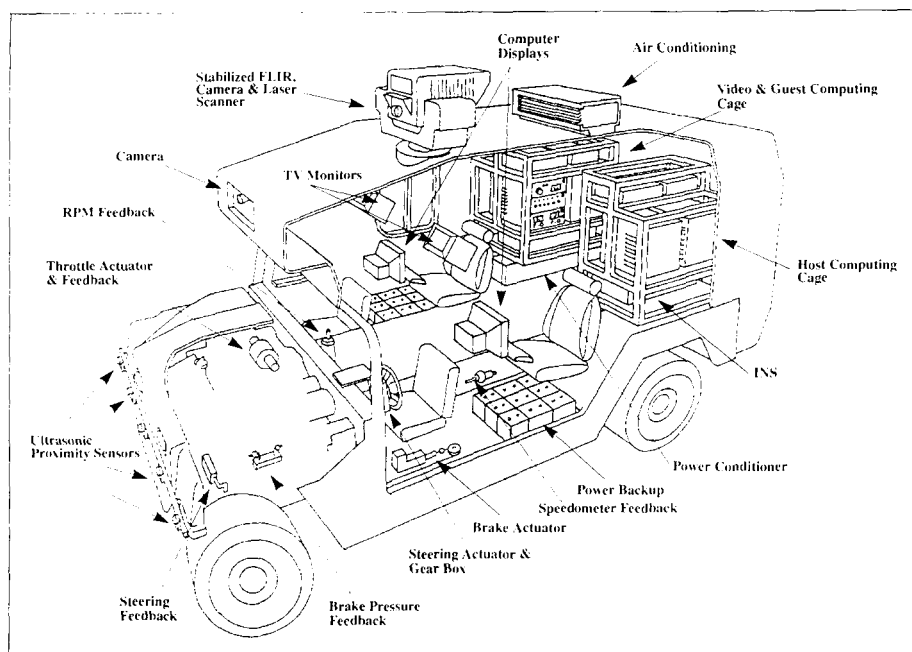

図1 Navlab II の構成
金出 自己充足型といっています。必要なものはすべて搭載してある。重要なコンポーネントは3つあって、① on-board sensor, ② on-board computer, ③ on-board researcher なんです。さらに、最近になって、Navlab II というもっと高性能な新しいモデルを作りました。これはその構成図です(図1)。